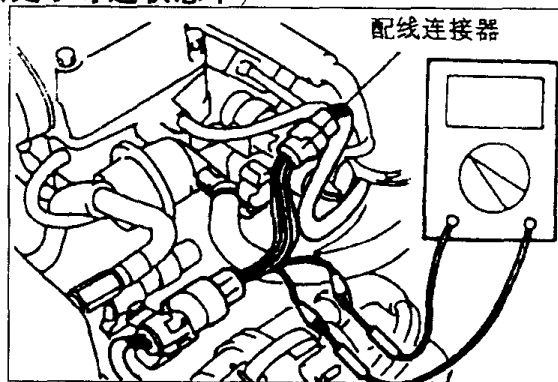

图 1-1-4
(1) 防水连接器。务必使用专用工具(配线连接器)，如图 1-1-4 所示。切勿将测试棒从配线侧插入，否则将会导致防水性能下降及金属腐蚀。